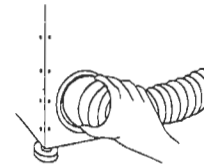

Fig. 3
- Introduire l'adaptateur dans la sortie souhaitée du sèche-linge (Fig. 3)
- Plaats het tussenstuk in de gewenste uitlaat van de drager (Fig. 3)
- Introducir el adaptador en la salida de la secadora (Fig. 3).
- *Den Adapter in den gewünschten Austritt des Wäschetrockners einführen. (Siehe Abb. 3)*
- Fit the adaptor into the dryer outlet required. (Figure 3)
- *Inserire l'adattatore sull'uscita richiesta dell'asciugatrice (Fig. 3)*